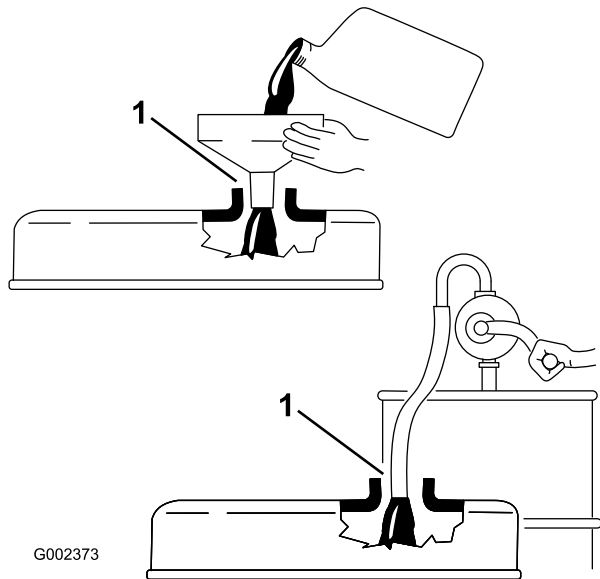

Figura 24
**Importante:** Quando rabboccate con olio motore o riempite di olio, lasciate uno spazio tra il dispositivo di versamento dell'olio ed il foro di riempimento nel coperchio della valvola, come illustrato nella Figura 24. Questo spazio è necessario per lo sfato durante il rifornimento, e impedisce la fuoriuscita dell'olio nello sfiatatoio.